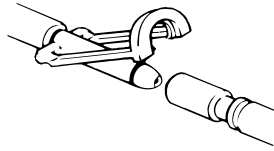

Abbildung 3-21: Clik-Tite geöffnet
- a. Bei Schläuchen mit Colder-Verbinder den Wartungsadapterschlauch anbringen (8001-999-016). Sicherstellen, dass die **Clik-Tite**-Verbinder geöffnet sind (Abbildung 3-21 auf Seite 3-39).
- b. Bei **Clik-Tite**-Schläuchen muss sichergestellt werden, dass die Verbinder und die Klemmen geöffnet sind (Abbildung 3-21 auf Seite 3-39).